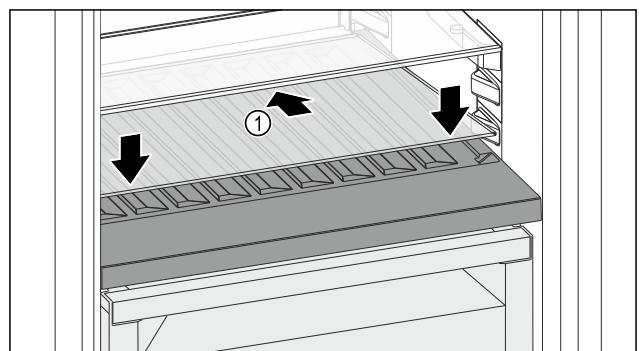

Fig. 118
► 向后下方倾斜放置玻璃隔板 Fig. 118 (1)。
► 放低玻璃隔板 Fig. 118 (1) 前部。